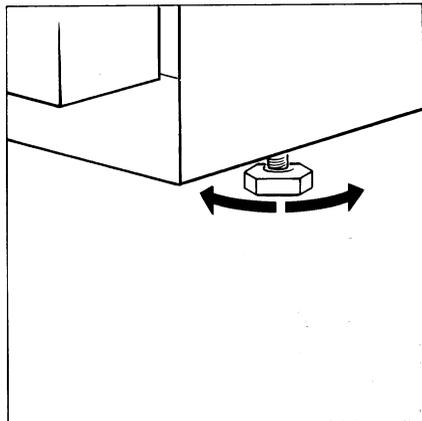

Fig. 2
- ❑ Posizionare l'apparecchiatura su un pavimento piano e rigido. I due piedini regolabili, posti sul lato anteriore dell'apparecchiatura, consentono un accurato livellamento, avvitandoli o svitandoli secondo necessità (**Fig. 2**).